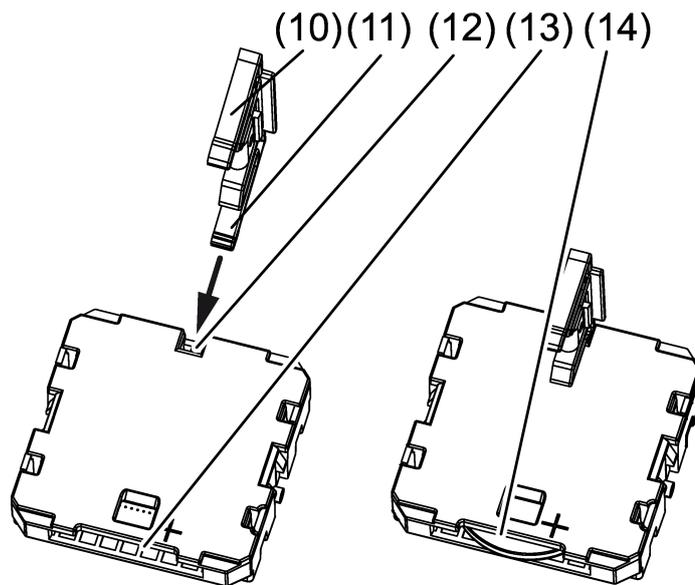

Bild 4: Batterie entnehmen
- Äußeren Steg (11) des Batteriefachdeckel (10) in die Gehäuseöffnung (12) schieben (siehe Bild 4).
Die Batterie (14) wird aus dem Batteriefach (13) geschoben (siehe Bild 4)